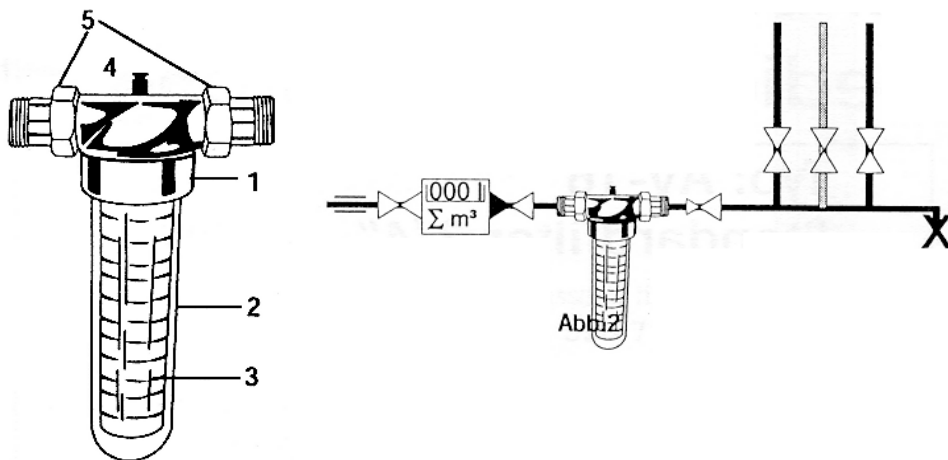

Abb.1
Der Wattfil WFIL-S Standardfilter besteht aus einem Kopfstück (1) Werkstoff Messing, einer Filtertasche (2) aus hochwertigem Spezialkunststoff mit Lichtschutzeinfärbung, Anschlussverschraubungen (5) Werkstoff Messing inkl. Dichtungen, Filtereinsatz (3) und Entlüftungsventil (4), welches im Kopfstück integriert ist. (Abb. 1)